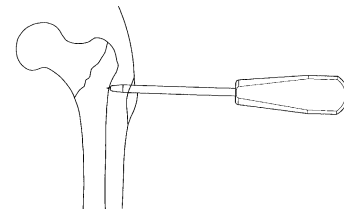

図 2
- 1) 外側大転子部に整復ロッドの先端部を押し当て、整復します。（図 2）